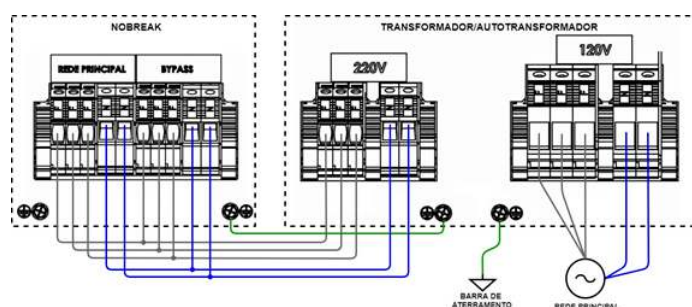

Figura 5.6: Conexões de entrada – Nobreak em 120 V.
Para instalar os Nobreaks Corporate em redes de 120 V é necessário o emprego de transformadores isoladores ou autotransformadores para ajuste das tensões de entrada e/ou saída. O procedimento a seguir deve ser executado, conforme exemplificado na Figura 5.6, que apresenta o esquema de instalação de um produto conectado a uma rede única de 120 V (com conexão do bypass em paralelo):
- Com uma chave de fenda apropriada para bornes, conectar os cabos oriundos do quadro de alimentação da Rede Principal aos bornes F e N do conjunto indicado para a conexão 120 V, localizado na tampa traseira do acessório de transformador, conforme sugerido na Figura 5.6. A entrada de tensão 120 V possui bornes maiores e com maior capacidade, devido ao processamento de maior corrente. Para a correta seleção adequada dos cabos, siga as recomendações descritas na Tabela 5.1;
- Em seguida, conectar os cabos aos bornes de saída F e N do conjunto de 220 V do acessório transformador. Conectar, por conseguinte, os cabos aos bornes de entrada F e N do Nobreak, conforme exemplificado na Figura 5.6. Os cabos para a conexão entre o transformador e o produto segue a mesma recomendação para os produtos 220 V, como descrito na Tabela 5.1;
- Conectar o condutor de aterramento em um dos parafusos indicados na tampa traseira do acessório transformador, Figura 3.10, e à barra de aterramento do sistema (rede local). Em seguida, conectar um condutor de aterramento entre a tampa traseira do transformador e o Nobreak, de acordo como sugerido na Figura 5.6.